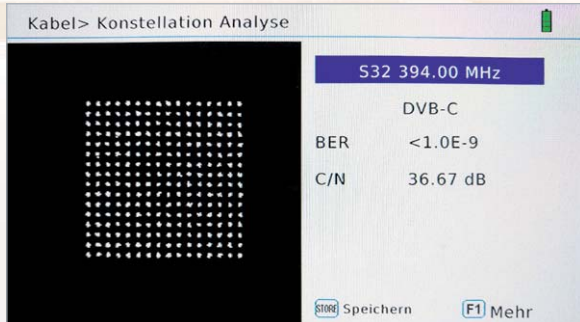

Bild 38: Das 256-QAM-Signal eines DVB-C-Bouquets. Phasenlage und Amplitude des Trägers müssen sehr genau stimmen, um Symbolverfälschungen zu vermeiden.
**Konstellation.** In dem Screen „Kabel > Konstellation Analyse“ kann das Konstellationsdiagramm eines über seine Frequenz definierten Kanals oder über ein in seinem Bouquet enthaltenes Programm ermittelt werden (Bild 38). Hier handelt es sich um eine 256-QAM (Quadratur Amplituden Modulation mit 8 Bits pro Symbol). Wie stets gilt, dass die Punktwolken sauber voneinander getrennt sein müssen, um Symbolverfälschungen zu vermeiden.